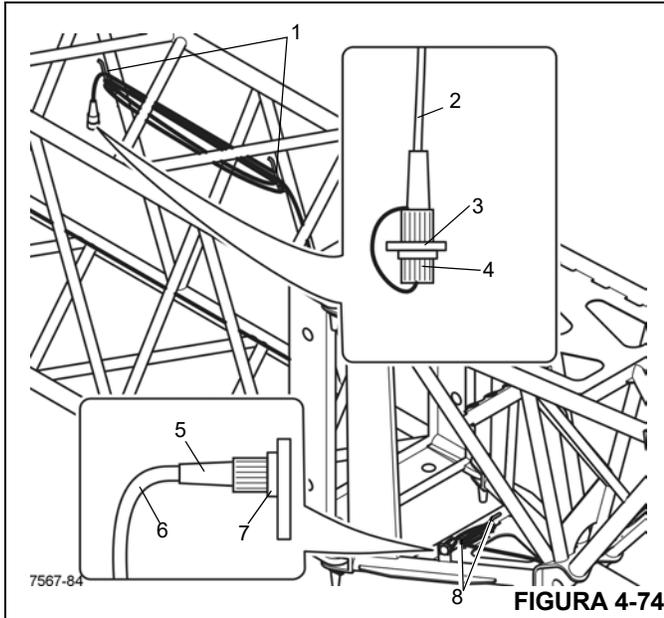

FIGURA 4-74
1. Retire el enchufe de puente (5) (Figura 4-74) del receptáculo (3) y enchúfelo en el receptáculo falso (7).
2. Enrolle el cable (6) en el sujetador (8).
3. Instale la tapa protectora en el receptáculo (3).
4. Enrolle el cable (2) en el sujetador (1).